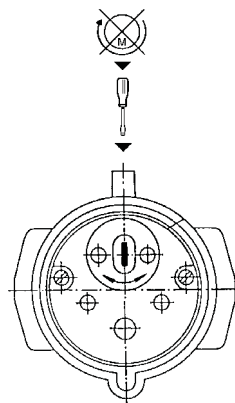

Fig. 3
- En estos casos, se debe presionar el **inversor de fases** del enchufe CEE con un destornillador adecuado y girarlo 180° (Fig. 3).